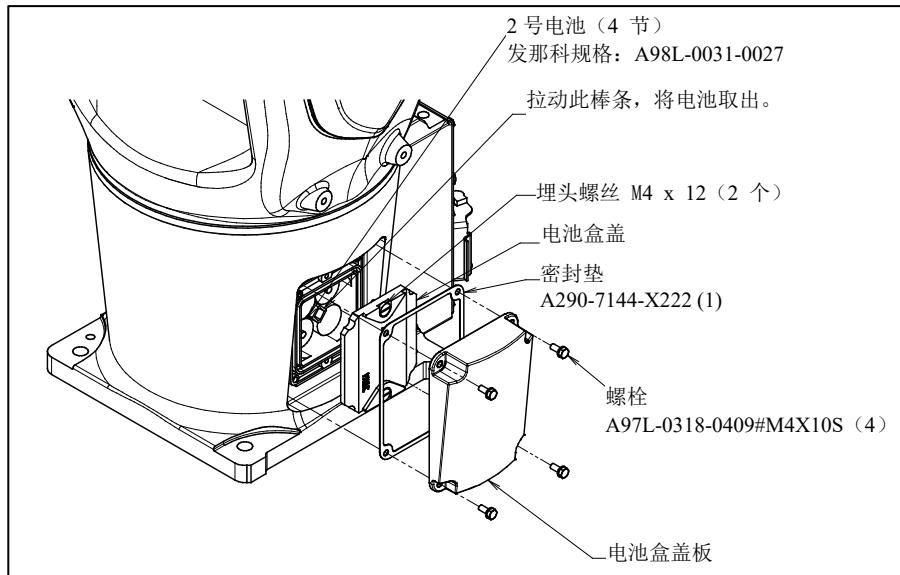

图 7.3.1 (a) 电池的更换（指定内置电池时）
- 2 拆除电池盒盖。（图 7.3.1 (a)）电池盒盖无法拆除的时候，用塑料锤子轻轻地横着敲一下。